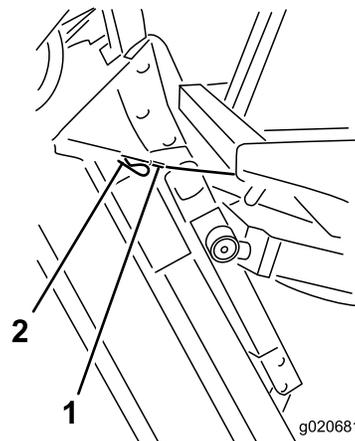

Figura 102
6. Sujetando la unidad de corte en posición vertical, coloque el extremo del cable sobre el pasador del brazo de elevación de la unidad de corte y fíjelo con la chaveta (Figura 102).